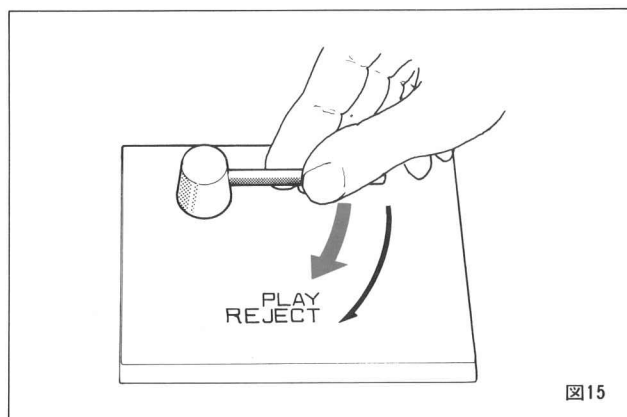

図15
- ⑤ PLAYレバーを矢印の方向に押しますとアームは静かにレコード面上に降りレコード演奏が始まります。(図15) 演奏が終了するとアームは自動的にアームレストに戻り、ターンテーブルも停止します。
- ⑥ レコード演奏を途中で止めたいときにはPLAYレバーを矢印の方向に押しますとアームは自動的にアームレストに戻り、ターンテーブルも停止します。(図15)